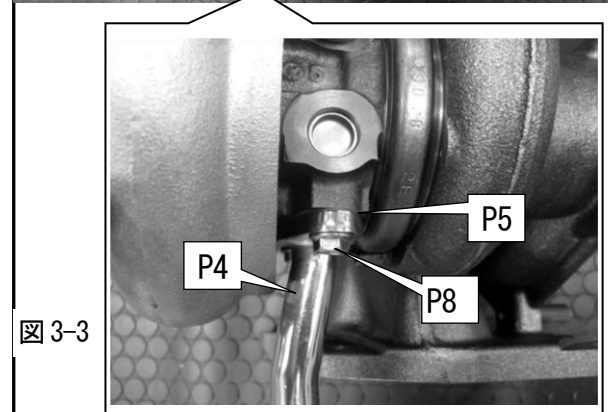

図 3-3
- (4) バンジョウNo2 をターボチャージャ Assy に取付けてください。(図 3-3)
- (5) オイルアウトレットパイプをターボチャージャ Assy に取付けてください。(図 3-3)